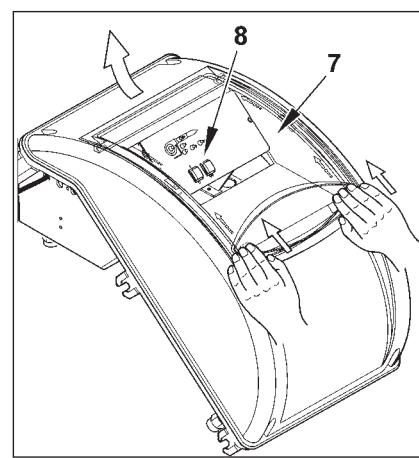

Fig. 4
- Pour refermer le couvercle du tableau électrique, visser les 4 vis (1) en exerçant un couple de serrage (1) d'environ 5 Nm pour assurer une étanchéité correcte. Maintenant, pour accéder au tableau de commande (8) décrocher la porte transparente (7), en exerçant une légère pression avec les mains en direction des flèches de la figure 4, en la faisant glisser pour une courte distance et séparer-la du couvercle.